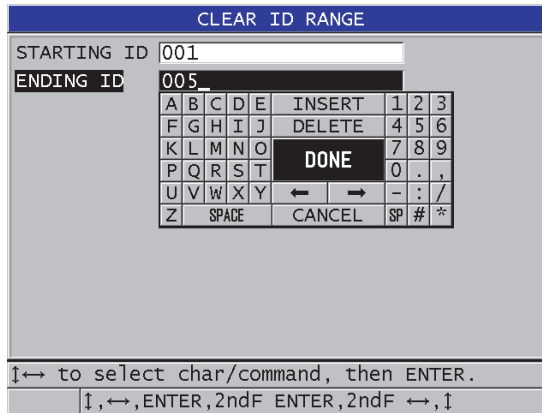

Abbildung 11-21 Löschen einer Reihe von ID-Nummern in der aktiven Datei
3. Verfahren Sie im Fenster **CLEAR ID RANGE** (ID-Nummernreihe löschen) wie folgt (siehe Abbildung 11-21 auf Seite 221):